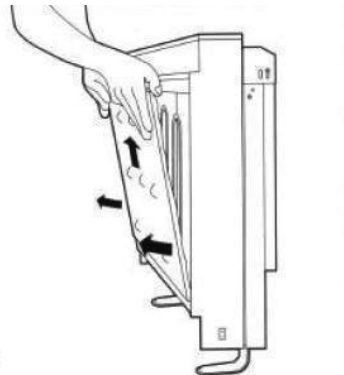

Figura 8
10. Sacar el panel delantero interno desenroscando los tornillos a lo largo de sus bordes. Esta operación deberá realizarse con sumo cuidado con el fin de evitar que se deteriore el aislamiento. (Figura 8)